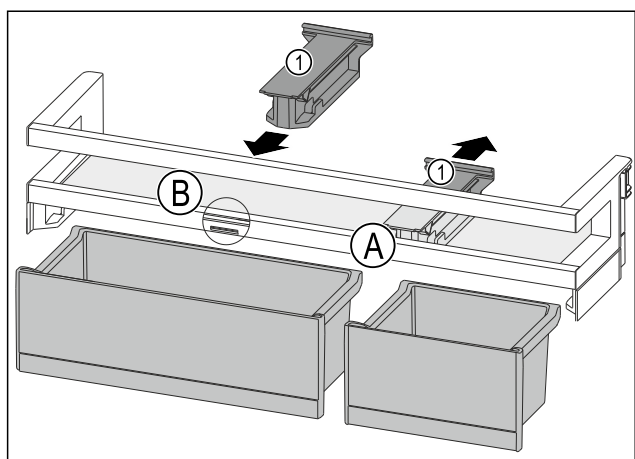

Fig. 109
- ▶ Pridržni dio Fig. 109 (1) u položaju Fig. 109 (A) skinite prema natrag.
- ▶ Pridržni dio Fig. 109 (1) umetnite u položaj Fig. 109 (B).